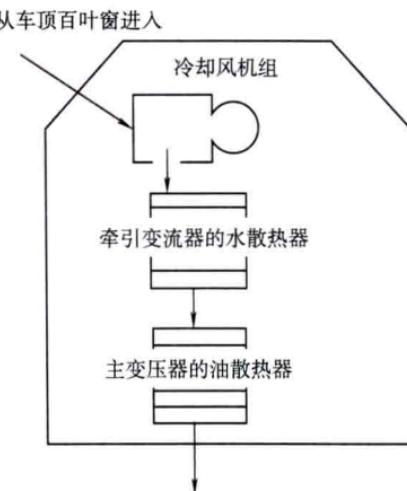

图 1-12 牵引变流器、主变压器冷却通道
(2) 主变压器的油散热器及牵引变流器的水散热器，安装在一个通风道内，由通风机将空气从车顶百叶窗吸入，向下先冷却牵引变流器的水散热器，再冷却主变压器的油散热器，最后吹向大气。如图 1-12 所示。